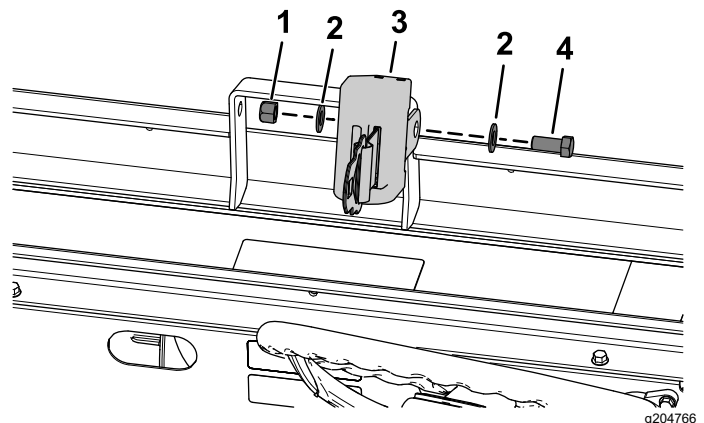

Figura 28
4. Instalai o centură de sigurană utilizând un urub cu cap hexagonal (7/16 x 1"), 2 aibe plate (7/16") i o contrapiuliă (7/16") după cum este indicat în Figura 28.